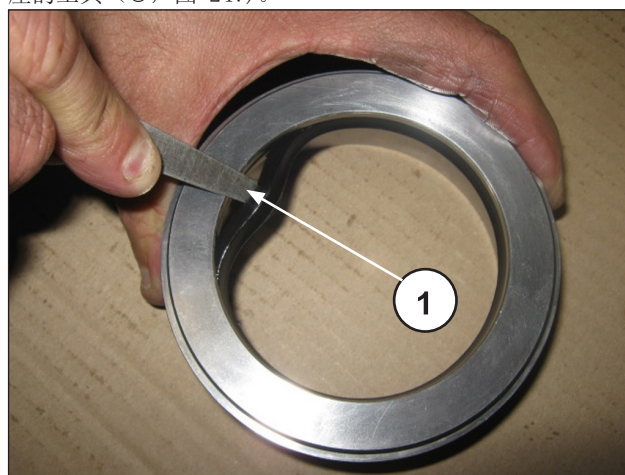

图 247
要拆除低压密封圈，必须使用厚度计或不会损坏密封圈底座的工具（①，图 247）。